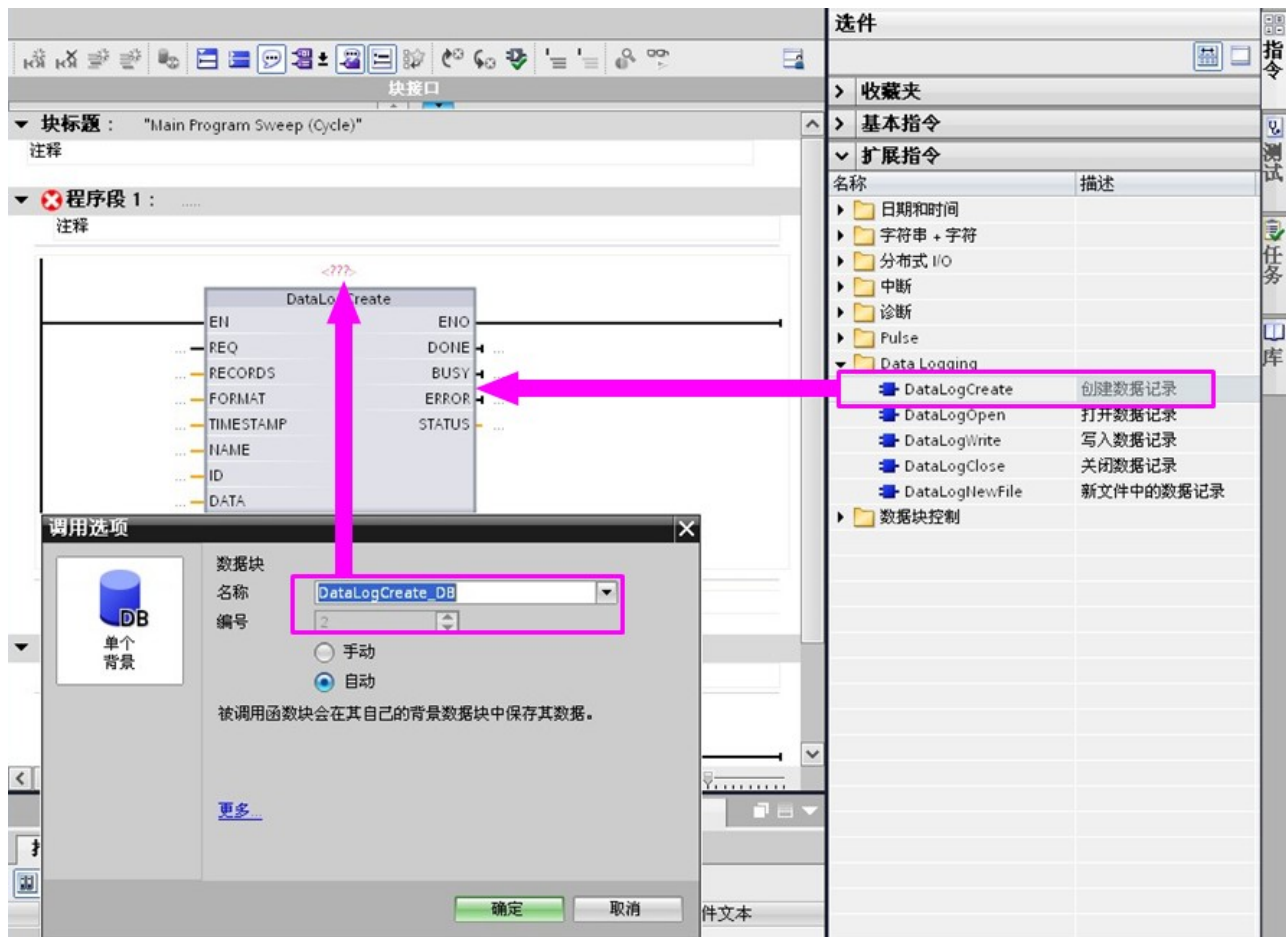

图4. 调用“DataLogCreate”指令
创建数据日志需调用“DataLogCreate”指令。调用该指令时会自动弹出创建相应背景数据块的界面，如下图4所示：
**注：**调用每一个“DataLogging”指令都会自动弹出创建相应背景数据块的界面。后续指令的调用步骤都可按照如下图4所示方法操作，注意为每条指令分配不同的 DB ！